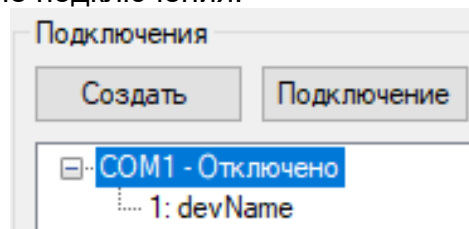

Рисунок 8. Выделено подключение, которое нужно изменить
6.8.1.3 В группе Подключения щелкнуть правой кнопкой мыши на первое подключение – первый элемент списка с именем подключения (например: «COM1 – Отключено», см. Рисунок 8), выбрать пункт «Изменить». Отобразится окно Изменение подключения.